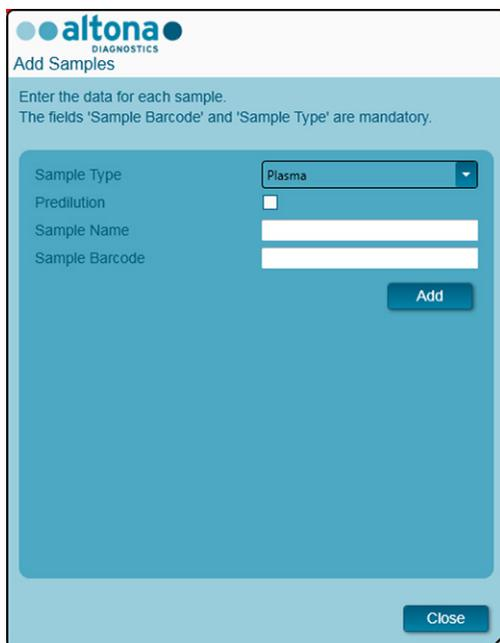

Figura 4: Cuadro de diálogo Add Samples (añadir muestras)
2. Haga clic en el botón **Add Samples** (añadir muestras) para añadir muestras manualmente a la tabla de muestras. Aparecerá el cuadro de diálogo **Add Samples** (añadir muestras) (consulte la Figura 4).